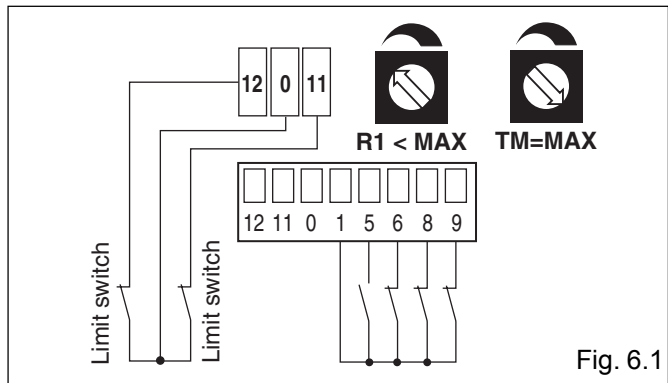

Fig. 6.1
- (Fig. 6.1) de contacten N.C. van de openings- en sluitingsbegrenzer aan de fastons 12-0-11 verbinden;